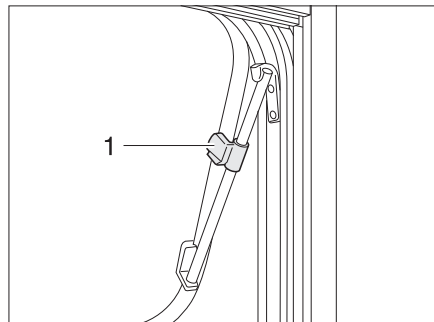

Fig. 65 Fenêtre projetante avec bras pivotants, ouverte
- Ouvrir la fenêtre projetante jusqu'à la position désirée et la bloquer avec la molette (Fig. 65,1).
- Tourner la molette (Fig. 65,1) jusqu'à ce que le dispositif de blocage soit libéré.